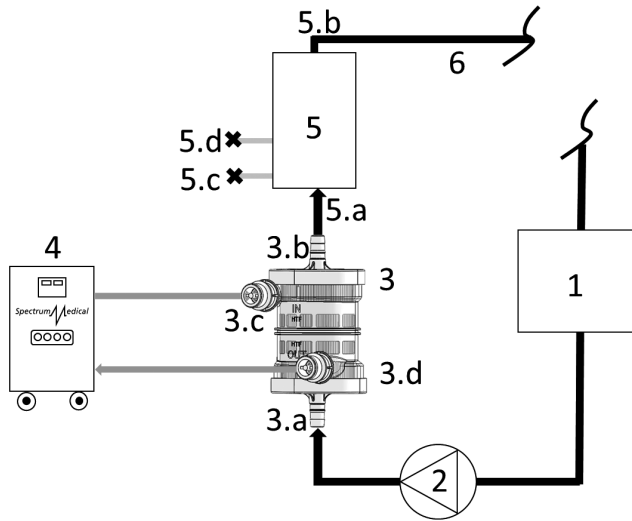

Abb. 2.
- Sicherstellen, dass die HTF-Konnektoren mit einem O-Ring (Pos. 3c und 3d Abb. 2) ausgestattet sind.
4. Die Schutzkappen von den Konnektoren auf der HTF-Seite des Geräts (Pos. 3c und 3d Abb. 2) entfernen.
5. Die Schläuche des Thermocyclers Quantum Heater-Cooler System von Spectrum Medical (Pos. 4 Abb. 2) über die weiblichen Schnellkonnektoren an das Gerät (Pos. 3c und 3d Abb. 2) anschließen.
1. Das Gerät an den extrakorporalen Kreislauf anschließen, wie auf Abbildung 2 dargestellt ist.
2. Das Gerät zwischen der arteriellen Pumpe (Pos. 2 Abb. 2) und dem Eingang des Oxygenators (Pos. 5 Abb. 2) positionieren, wie auf Abbildung 2 dargestellt ist.
3. Die Schutzkappe vom Konnektor des Bluteingangs (Pos. 3a Abb. 2) entfernen.
5. Die Schutzkappe vom Konnektor des Blutausgangs (Pos. 3b Abb. 2) entfernen.